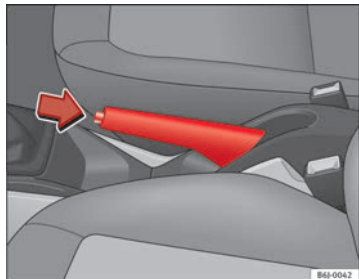

Fig. 111 Travão de mão entre os bancos dianteiros
- Puxe com força para cima a alavanca do travão de mão ⇒ Fig. 111.
- Puxar a alavanca um pouco para cima, premir o botão de desbloqueio no sentido da seta ⇒ Fig. 111 e fazer descer completamente a alavanca ⇒ ⚠.